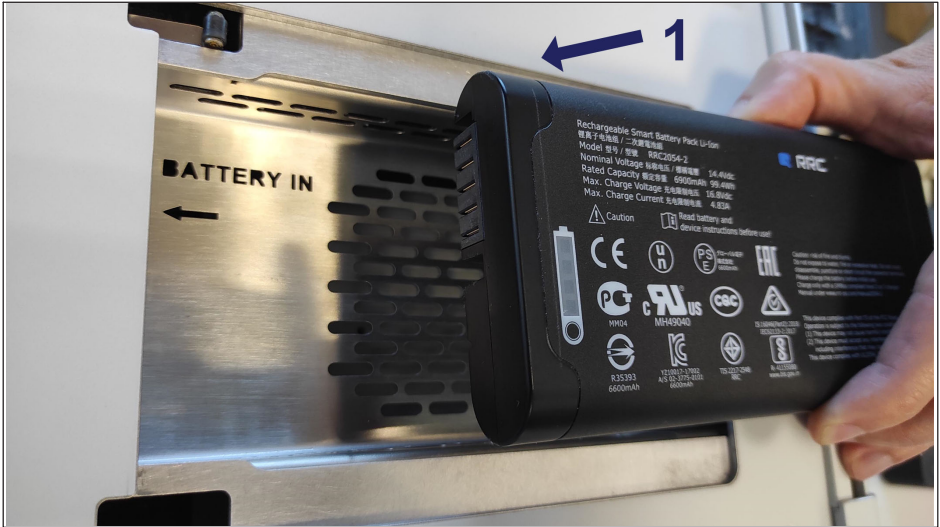

図3.10 バッテリーパックの位置合わせ
▶ 図3.10のように、バックパネルスロットにバッテリーパックを合わせます。